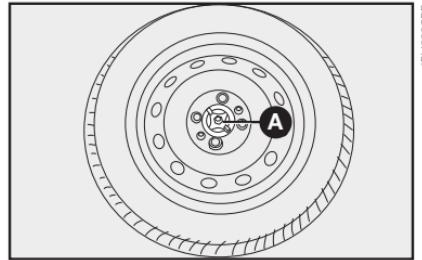

fig. 14
- Fixar a roda com o dispositivo de bloqueio **A**-**fig. 14**.